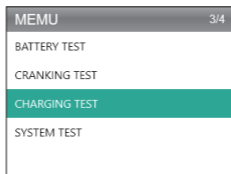

Abbildung 4.4.1
1. Wählen Sie Ladetest und drücken Sie [OK]. (Siehe Abbildung 4.4.1)